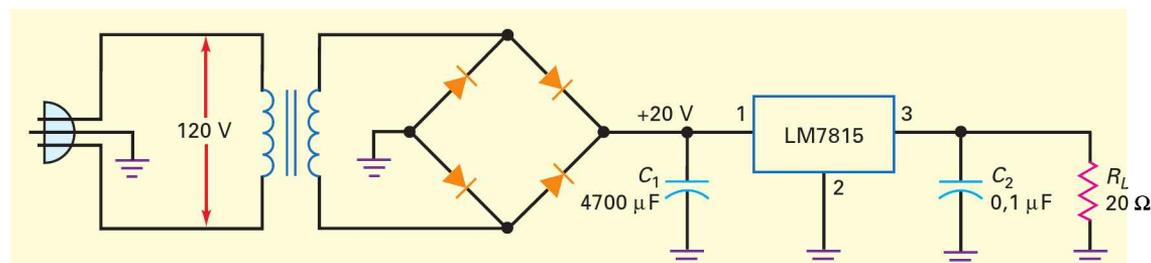

Figure 22.36
- 22.14 Quel est le courant de charge sur la figure 22.36 ? Quelle est la valeur de la marge de tension ? Quelle est la puissance dissipée par le LM7815 ?
- 22.15** Quelle est la valeur de l'ondulation à la sortie sur la figure 22.36 ?